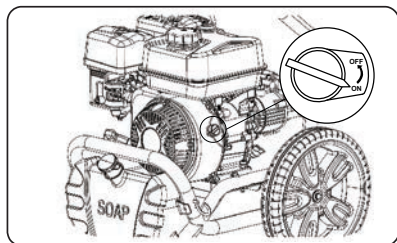

FIG 10
C. ARRÊT DU NETTOYEUR HAUTE PRESSION (Voir fig. 10)